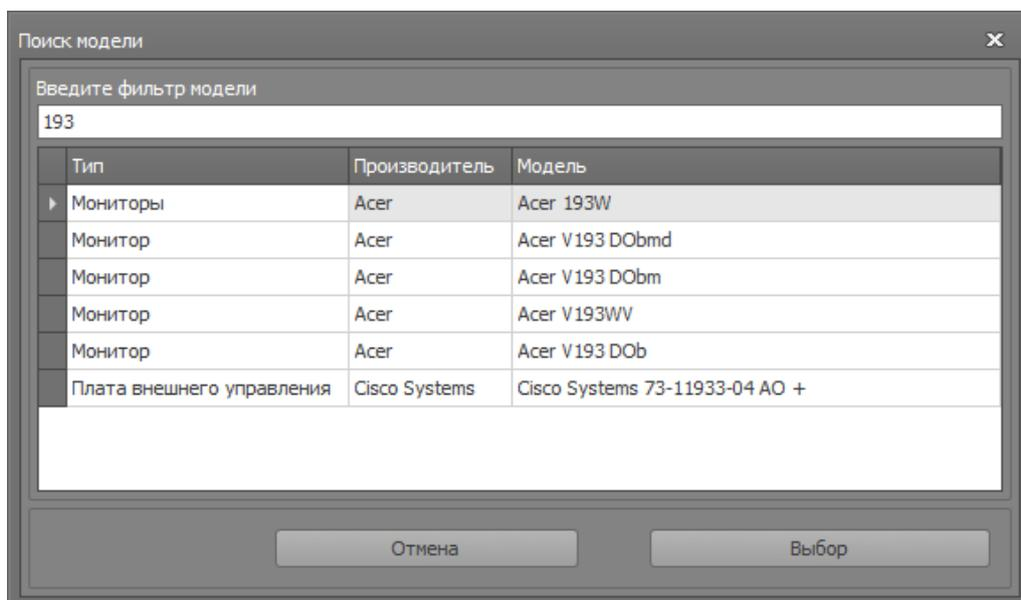

Рисунок 58
- В открывшемся диалоговом окне – **Поиск модели** (рис.58) в поле – **Введите фильтр модели**, необходимо ввести модель добавляемого технического средства или ее фрагмент.